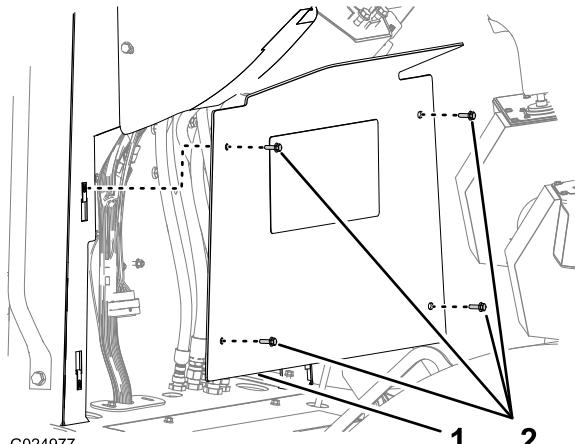

Figura 123
1. Remova os 4 parafusos sextavados flangeados (6 x 20 mm) que prendem o painel do console inferior ao console e remova o painel (Figura 123).
3. Alinhe o painel do console inferior ao console (Figura 123).